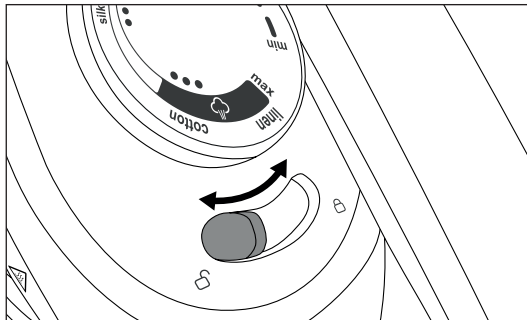

Abb. 14
- ◆ Schieben Sie vor dem Transport des Gerätes den Verriegelungsschalter **4** am Bügeleisen in Richtung geschlossenes Schloss-Symbol  (siehe Abb. 14). Das Bügeleisen ist auf der Abstellfläche **6** fest verriegelt und kann nicht herunterfallen.
- ◆ Schieben Sie den Verriegelungsschalter **4** in Richtung offenes Schloss-Symbol , um die Verriegelung zu lösen (siehe Abb. 14).